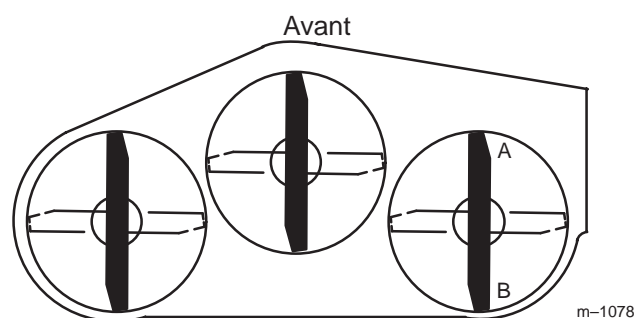
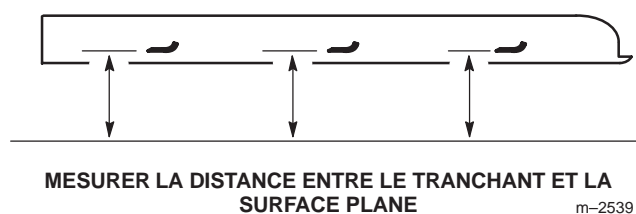

Figure 63
Figure 64
1. Tournez la lame **droite** à 180° (Fig. 63).
2. Mesurez la distance au point **A** (Fig. 63) entre la surface plane et le tranchant de la pointe de la lame droite (Fig. 64).
4. Mesurez la distance au point **B** (Fig. 63) entre la surface plane et le tranchant de la pointe de la lame droite (Fig. 64).
6. La lame doit être **plus basse de 6 à 10 mm (1/4 à 3/8 pouce) au point A qu'au point B** (Fig. 63). Si ce n'est pas le cas, passez aux étapes suivantes.